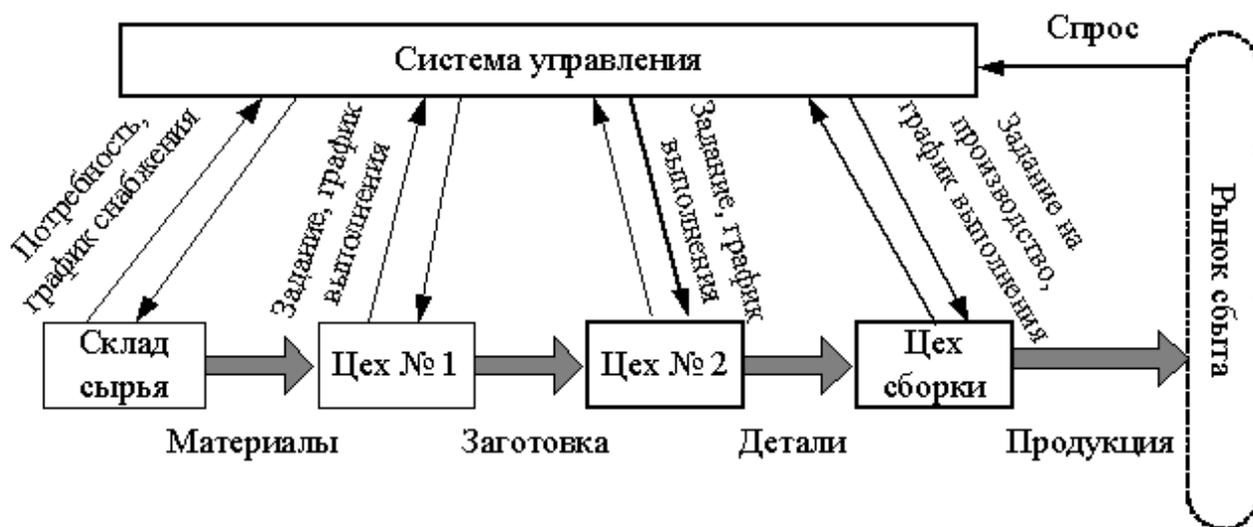

Рис.1 – Принципиальная схема толкающей системы управления материальным потоком в рамках внутрипроизводственной логистической системы
1. Толкающая система - представляет собой систему организации производства, в которой предметы труда, поступающие на производственный участок, непосредственно этим участком у предыдущего технологического звена не заказываются. Материальный поток «выталкивается» получателю по команде, поступающей на передающее звено из центральной системы управления производством (рис. 1).